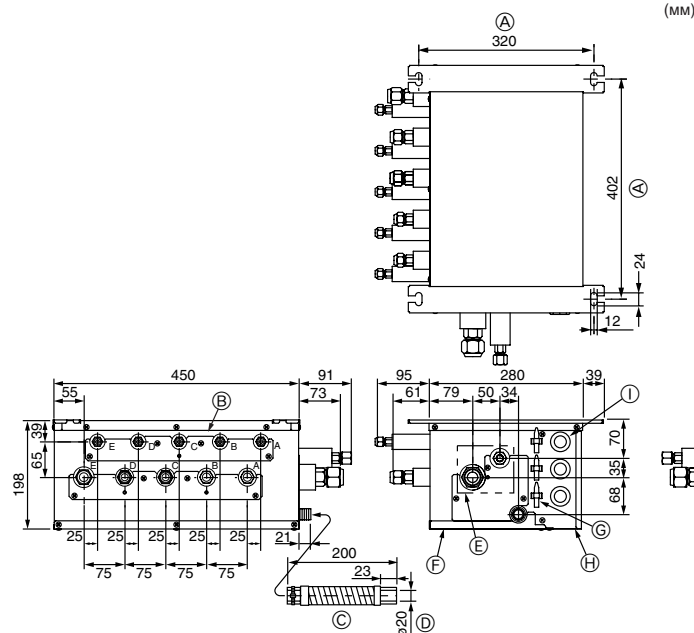

Fig. 4-2
■ PAC-AK50BC (Fig. 4-2)
- (1) Установите подвесные болты (приобретаются на месте), соблюдая указанный шаг (Fig. 4-2, 4-3).